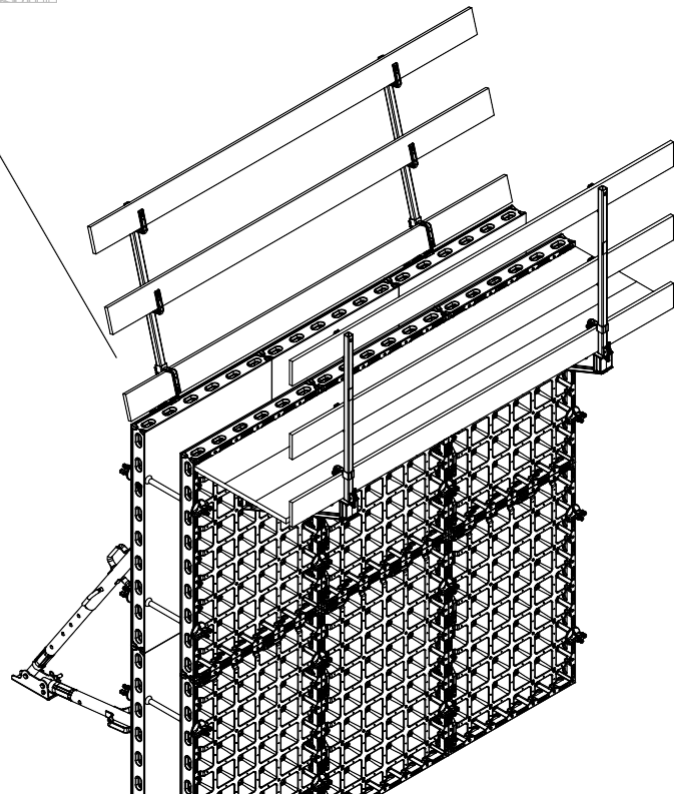

Fig. B4.05
6. Монтирайте парапет и осигурете с пирони. (Fig. B4.05 + B4.05a)